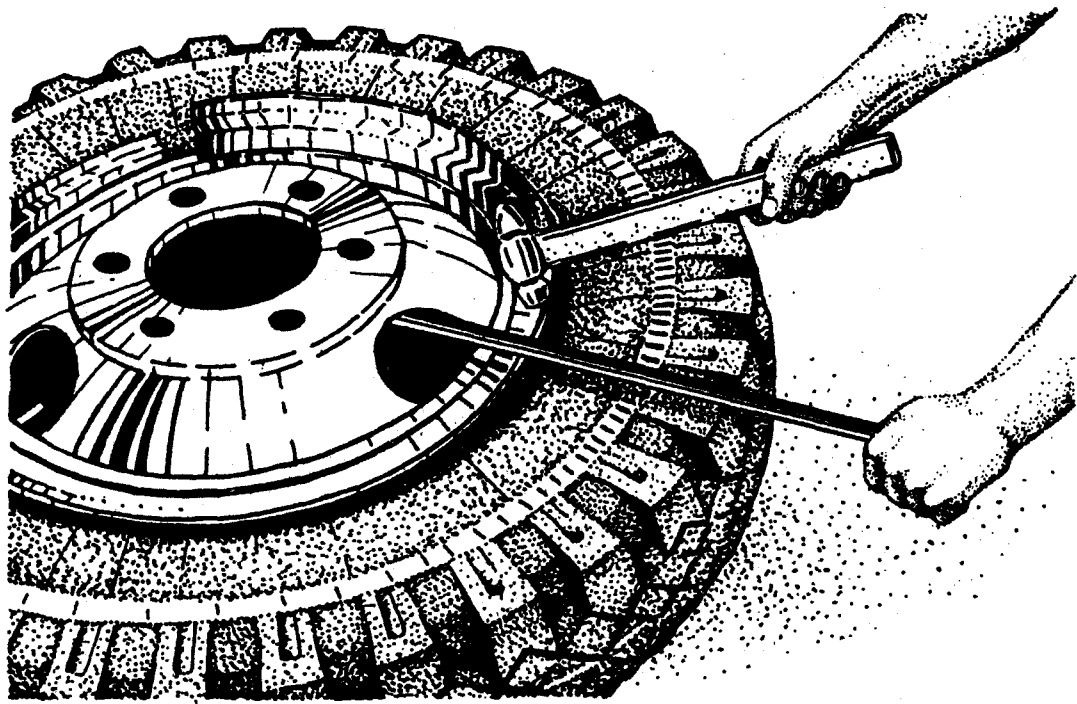

Рис. 68. Установка бортового кольца
4. Вставить бортовое кольцо одним концом в замочную канавку обода и с помощью молотка и монтажной лопатки установить кольцо в замочную канавку по всему периметру (рис. 68).